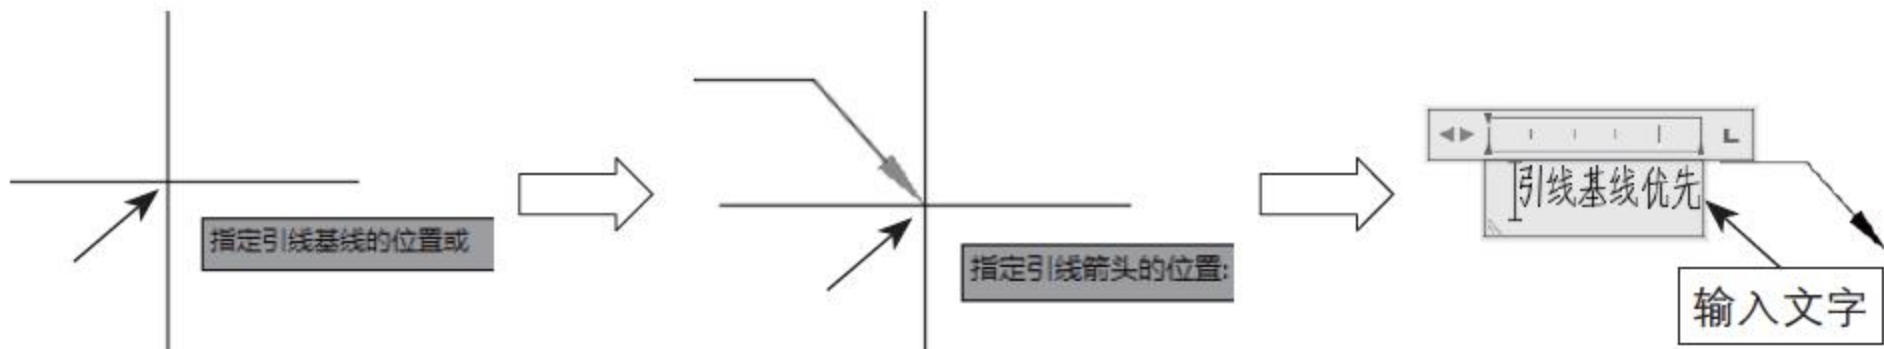

图5-97 【引线基线优先】创建引线标注
- 引线基线优先(L):选择该选项，首先指定引线基线的位置，操作过程如图5-97所示。命令行提示如下。